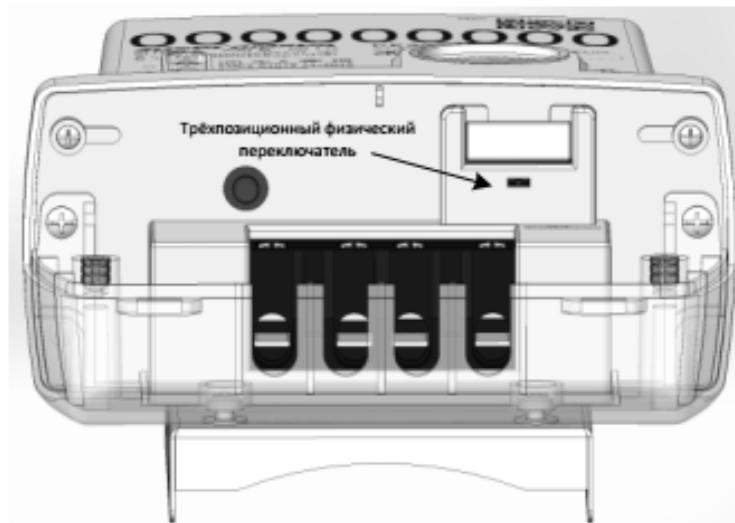

Рисунок 14 – Исполнения счетчиков СЕ208 С4 с трехпозиционным физическим переключателем.
- световой индикатор функционирования «СЕТЬ» (1);
- один световой индикатор учета активной энергии (A) и один световой индикатор учета реактивной энергии (R) (2);
- элементы оптического порта (3);
- трехпозиционный физический переключатель, см. рисунок 14;
- прозрачная крышка зажимов (4).